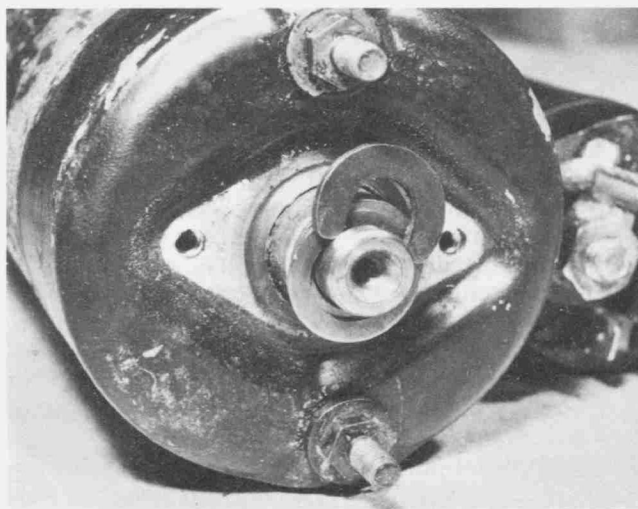

Bild 236
- Sicherungsscheibe und Ausgleichscheiben von der Ankerwelle abnehmen (Bild 236).